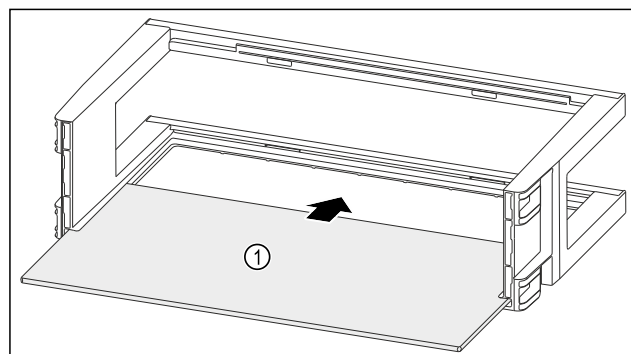

Fig. 146
- Abstellfläche *Fig. 146 (1)* in die seitlichen Aussparungen einschieben.